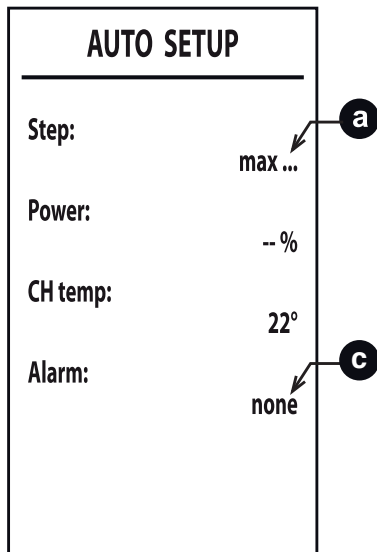

fig. 37
- 5 Après l'allumage, le brûleur passe en mode chauffage aux différentes puissances (max, med-moyenne, min) indiquées par le point **a** (fig. 37). Si l'élimination thermique de l'installation n'est pas suffisante pour terminer la procédure, une demande d'eau chaude sanitaire peut être activée **uniquement après l'allumage du brûleur**.
- 7 Si la séquence d'allumage décrite au point "6" ne réussit pas, le message **max_err** apparaît au point **a** de même qu'un code d'erreur au point **c** (fig. 37).